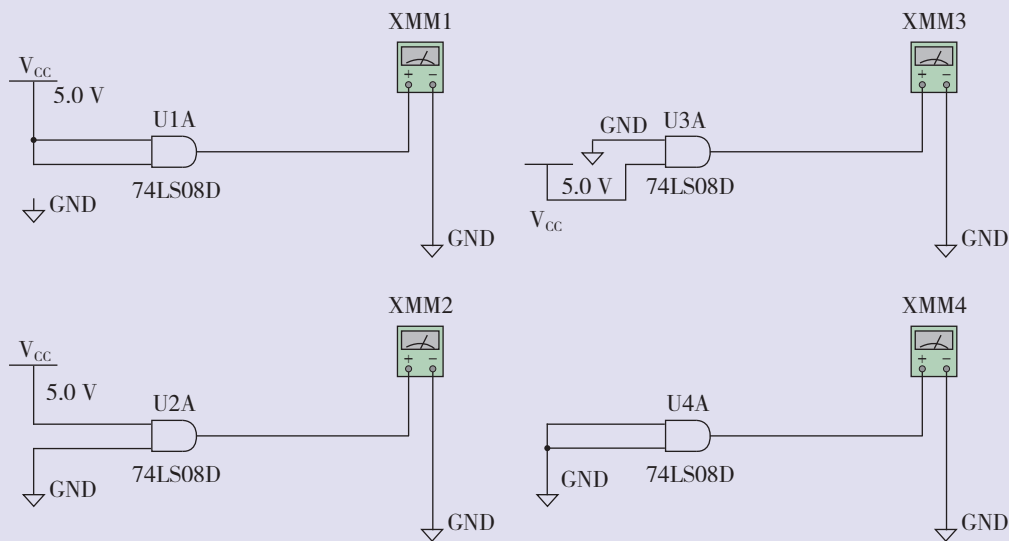

图 3-69 为输入端加载电压
6. 与门两路输入1A和1B有四种不同组合。按照四种不同的输入，测量并记录输出电压，如图3-69所示。